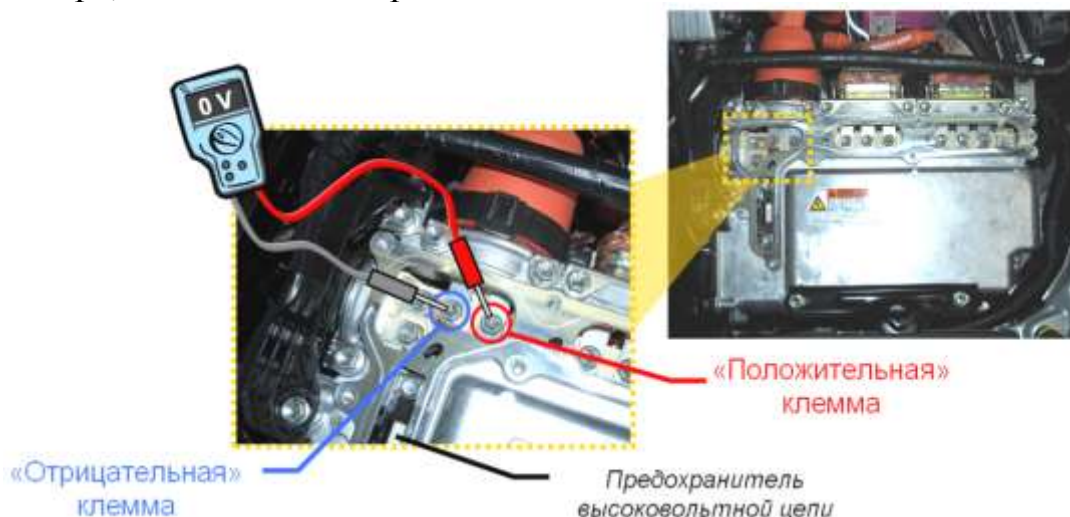

Рис. 4. Проверка напряжения на клеммах конденсатора
6. Проверить остаточное напряжение на клеммах высоковольтного конденсатора, как показано на рис. 4 .